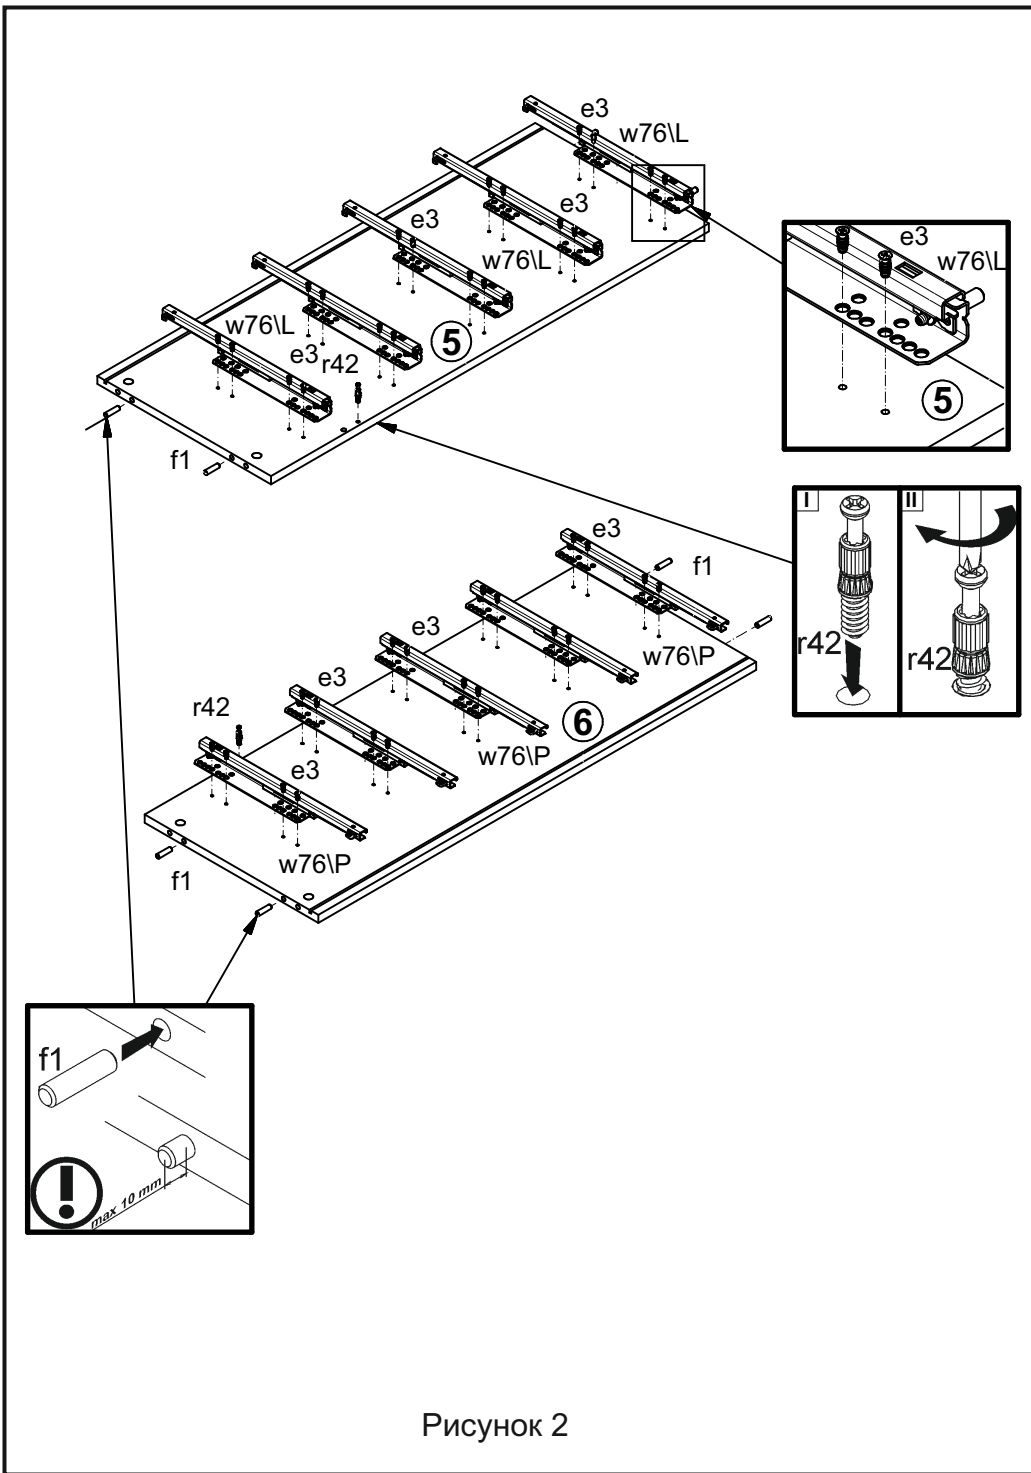
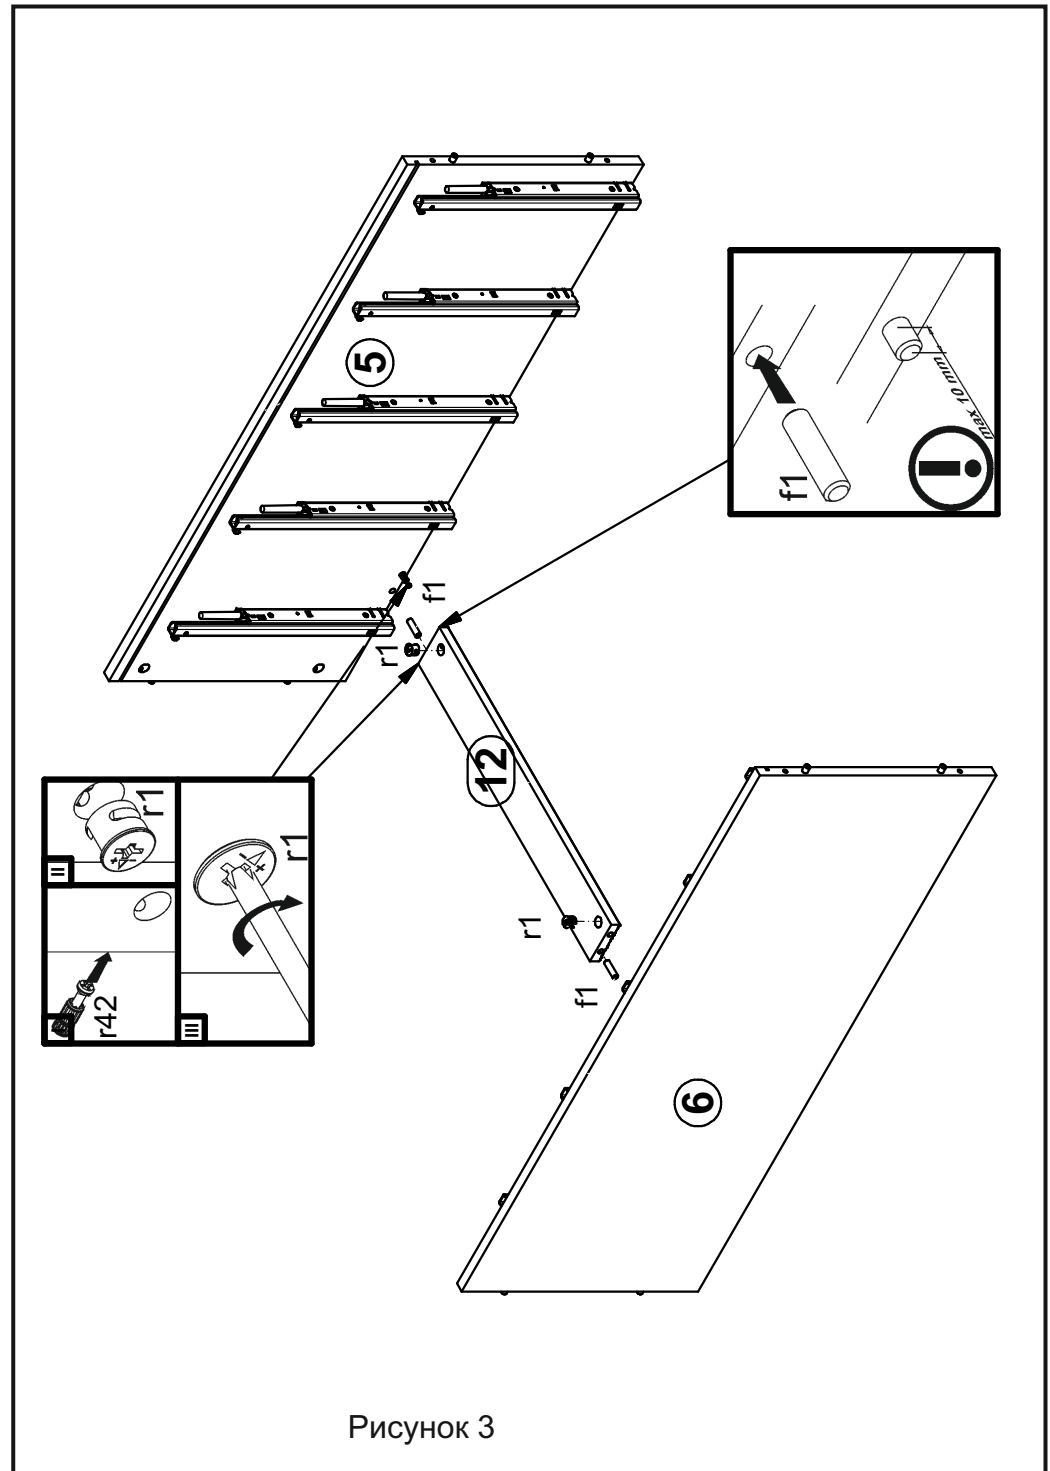
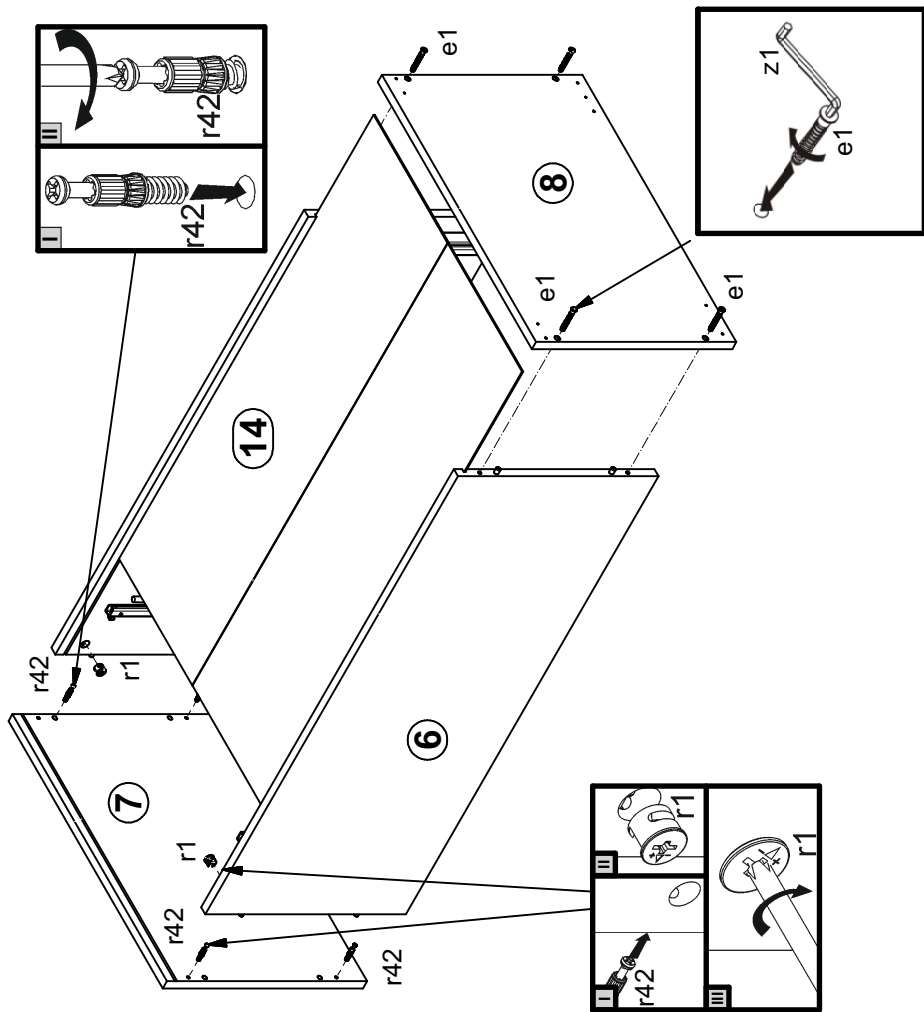

Рисунок 2
Рисунок 3
Рисунок 4
4.2 В отверстия $\varnothing 8$ мм на верхних и нижних кромках стенок боковых 5 и 6 (см. рис. 2) и в торцах планки декоративной рифленой 12 вбить деревянные шканты f1 (см. рис. 3).
4.3. В отверстия $\varnothing 4$ мм на внутренних поверхностях стенок 5,6 еврошурупами e3 закрепить по 5 комплектов направляющих w76\lL и w76\lP (см. рис. 2).
4.4. В отверстия $\varnothing 5$ мм на внутренних поверхностях стенок 5,6 (см. рис. 2), на нижней поверхности щита верхнего 7 (см. рис. 4) вкрутить винты стяжки r42.
4.5. В отверстия $\varnothing 15$ мм на задней поверхности планки декоративной рифленой 12 (см.рис. 3), на внутренних поверхностях стенок 5,6 (см.рис. 4) вставить стяжки эксцентриковые r1.
4.6. Соединить детали 5, 6, 12 и затянуть стяжки эксцентриковые r1, пользуясь отверткой (см. рис. 3).
4.7. Присоединить щит 7 к стенкам 5, 6 с помощью шкантов f1, затянуть стяжки эксцентриковые r1, пользуясь отверткой, вставить стенку заднюю 14 в пазы в деталях 5, 6, 7. Передние стяжки закрыть заглушками s2 (см. рис. 4).
4.8. Присоединить щит 8 к стенкам 5, 6 с помощью шкантов f1, затянуть конформаты e1 на нижней поверхности щита 8 пользуясь ключом z1 (см. рис. 4).
4.16. Закрывать передние эксцентриковые стяжки на стенках боковых 5,6 заглушками s2 (см. рис. 4).